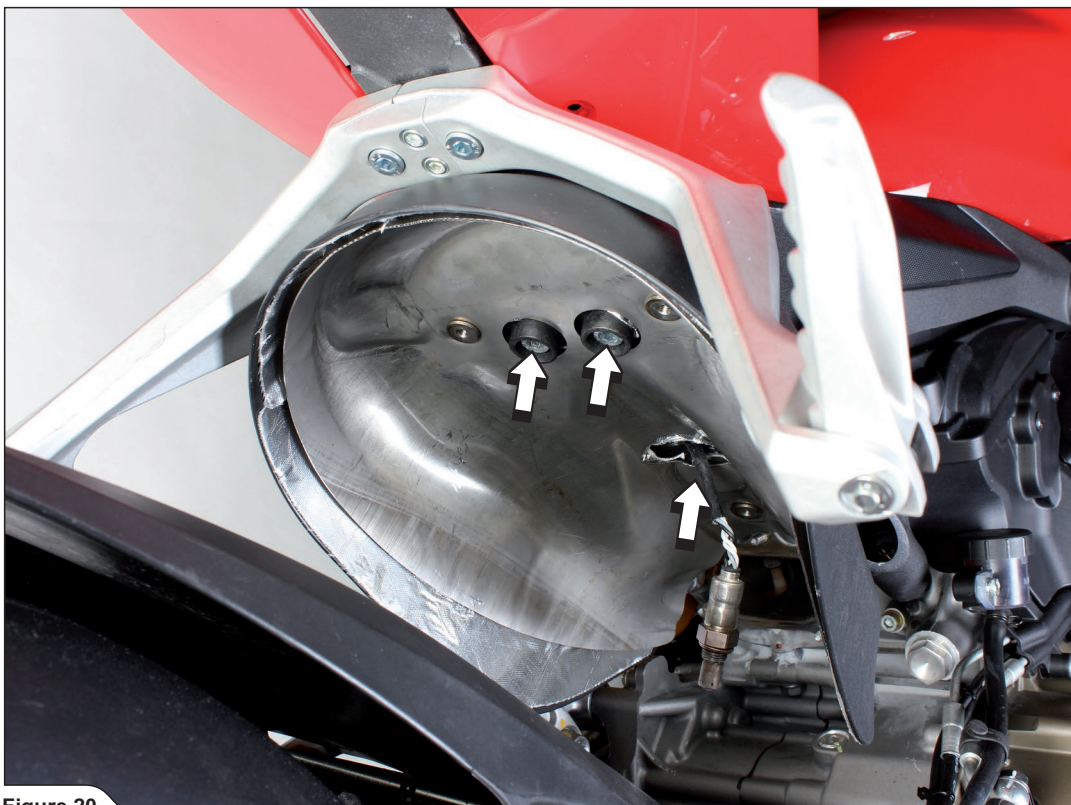

Figure 20
16. Desserrer les boulons indiqués et déposer le pare-chaleur (Figure 20). Seulement pour utilisation sans repose-pieds passager : dévisser les repose-pieds passager du motorcycle.
16. Die angegebenen Schrauben lösen und den Wärmeschutz entfernen (Figure 20). Nur bei Einsatz ohne Beifahrerfußrasten: die Beifahrerfußrasten nach Lösen der Schrauben vom Motorrad abnehmen.